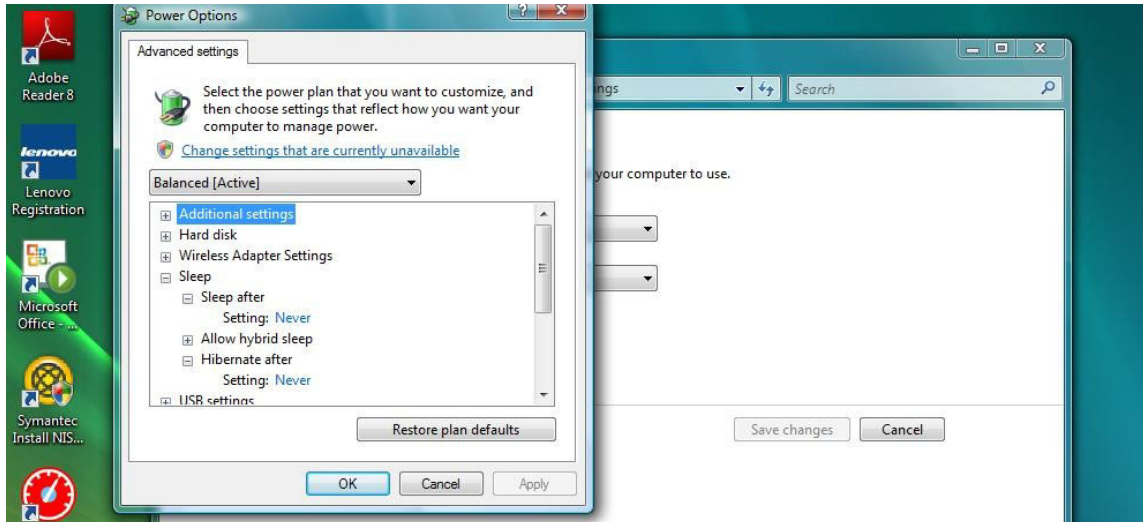

FIG. 36
5. Zoek "Slaapstand" in de lijst (FIG. 36). Wijzig de instelling "In slaapstand zetten na" op NOOIT.
6. Klik op Toepassen om de wijzigingen op te slaan. Klik vervolgens op OK (FIG. 36).